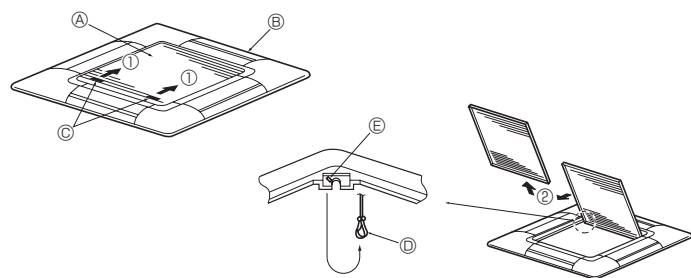
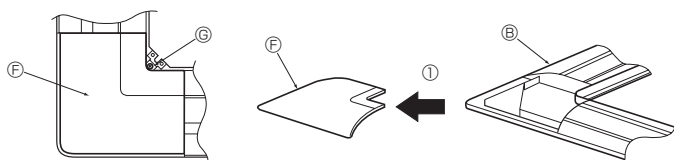

Fig. 7-3
Fig. 7-4
7.2.1. Extracción de la rejilla de admisión (Fig. 7-3)
- Deslice las palancas en la dirección indicada mediante la flecha ① para abrir la rejilla de admisión.
- Con la rejilla de admisión en posición "abierta", extraiga la bisagra de la rejilla de admisión de la rejilla tal y como se indica mediante la flecha ②.
7.2.2. Extracción del panel angular (Fig. 7-4)
- Extraiga el tornillo de la esquina del panel angular. Deslice los paneles angulares indicados por la flecha ① para extraer este panel.